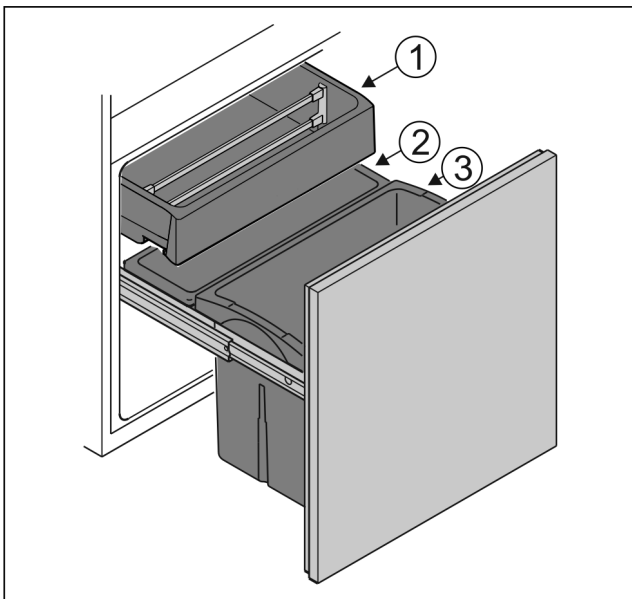

Fig. 68
- ▶ Koshi Fig. 68 (1): Vendosni në ruajtje perimet dhe frutat tropikale jo të paketuara.
- ▶ Koshi Fig. 68 (2): Vendosni në ruajtje llojet e vogla të frutave dhe perimeve jo të paketuara.
- ▶ Koshi Fig. 68 (3): Vendosni në ruajtje shishet e veçanta.